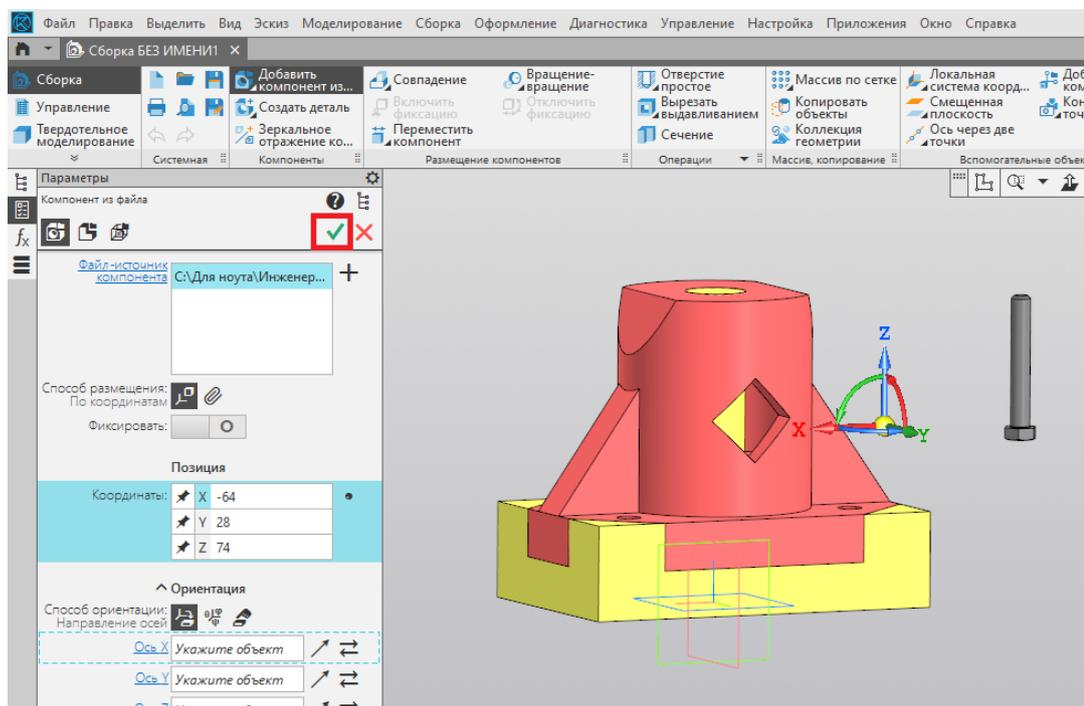

Рис. 59
11. Располагаем его в произвольном месте. Подтверждаем команду нажатием на зелёную галочку (рис. 59).